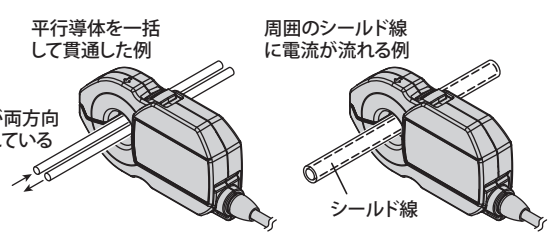

図1 貫通例
- 測定しようとする電流が流れている導体だけを測定貫通穴に通してください。電流の流れが両方向に流れている平行導体を一括して貫通すると正しい測定ができません。(図1 参照)
- シールド線を測定する場合、シールドに流れる漏れ電流も測定してしまうため正しい測定ができないことがあります。(図1 参照)